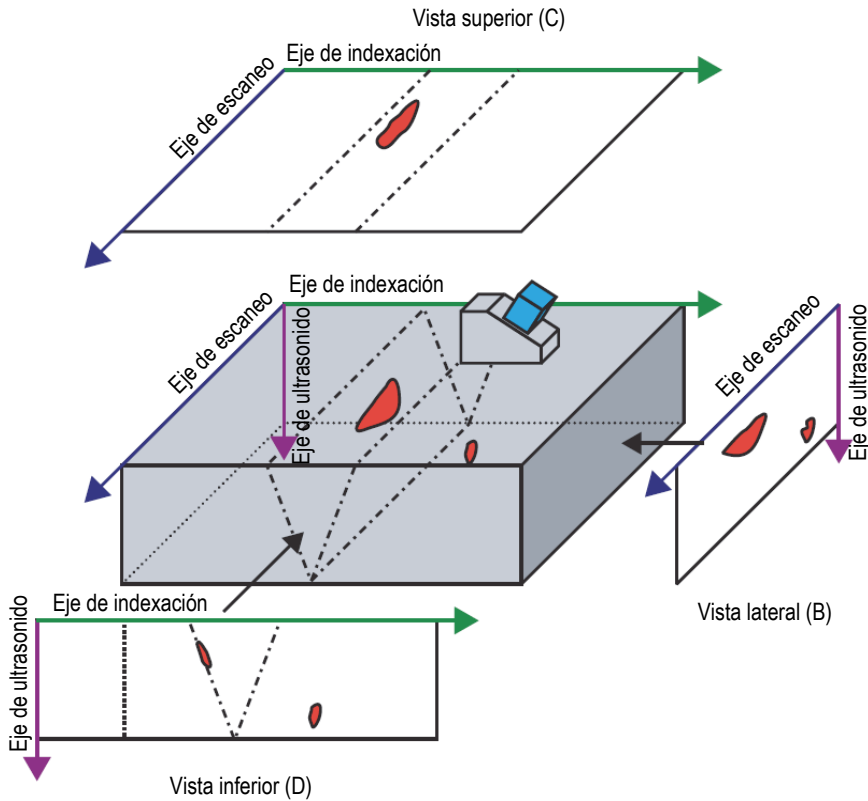

Figura 3-21 Ejemplo de las representaciones de ultrasonido [vista superior (C), lateral (B), e inferior (D)] con el ángulo de incidencia de 90°
Las representaciones volumétricas son imágenes creadas a partir de representaciones A-scan consecutivas que han sido proyectadas en diferentes planos, definidos por los ejes de ultrasonido, escaneo e indexación. Las representaciones más importantes, similares a la proyección bidimensional de la configuración técnica, son presentadas en la Figura 3-21 en la página 86.
En la Figura 3-21 en la página 86, si el ángulo de incidencia de la sonda es de 0° (o 180°), la vista lateral (B) se convierte en la vista inferior (D) y viceversa. La vista lateral (B) es definida por la profundidad y los ejes de movimiento de la sonda. La vista inferior (D) es definida por la profundidad y los ejes de escaneo electrónico.